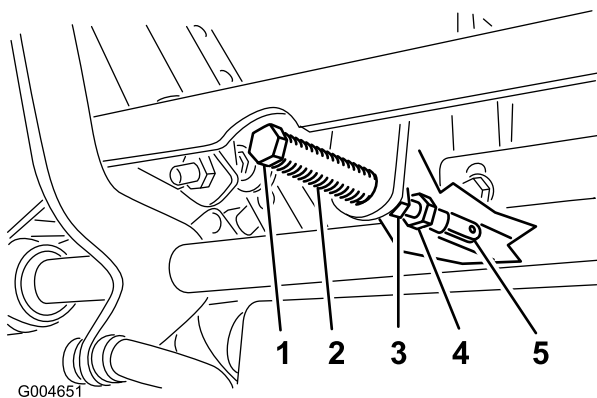

Bild 63
5. Ziehen Sie den Hebel zurück, bis der Lastösenbolzen (am Arm über der Gelenkwelle) das Schlitzende berührt (und soeben Druck auf die Feder ausübt) (Bild 63).
7. Sollte eine Einstellung erforderlich sein, lockern Sie die Mutter und die Klemmmutter gegen das Joch (Bild 63).
8. Drücken Sie den Fahrtriebshebel leicht nach hinten, drehen Sie den Kopf der Einstellschraube in die entsprechende Richtung, bis der Schalthebel in der Neutralsperrstellung zentriert ist (Bild 63).
9. Ziehen Sie die Mutter und die Klemmmutter an (Bild 63).
9. Ziehen Sie die Klemmmuttern an den Kugelgelenken fest (Bild 63).